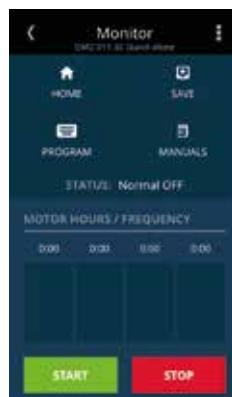

Figura 21 - Tela menu **MONITOR**
12. Após o procedimento anterior, o aplicativo retornará ao menu **MONITOR**. Caso você queira acionar o sistema, pressione a tecla **START**, conforme Figura 21.